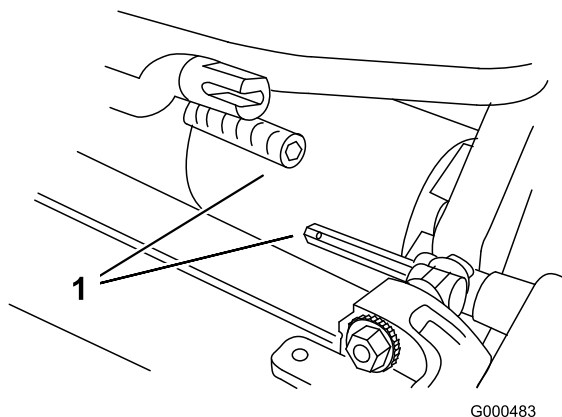

図 4
3. カッティングユニットをトラクションユニットの下に押し込み、次に左に押してトランスミッションのカップリングに接続する 図 4。